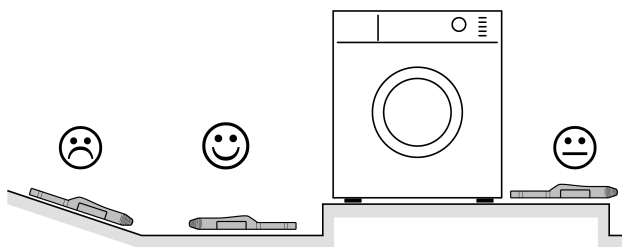

Imagen 3: Lugares de montaje adecuados y no adecuados
- i** El aparato no debe colocarse sobre superficies fuertemente inclinadas, elevaciones o zócalos (Imagen 3).